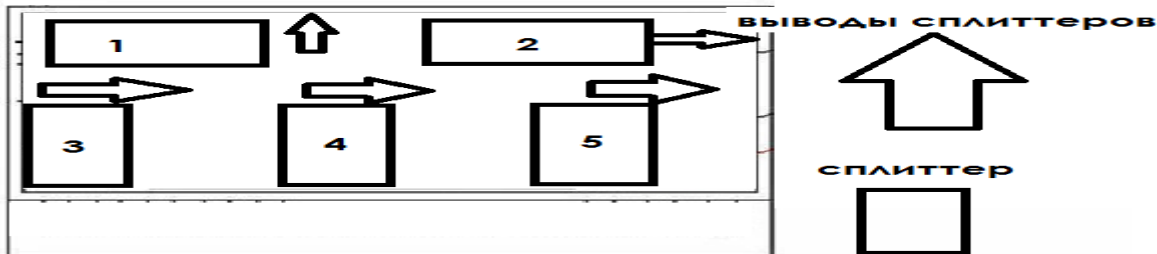

Рис.4. Размещение сплиттеров в сплиттерном кроссе
- Закрепите блоки сплиттеров, входящих в комплект шкафа согласно рис. 4